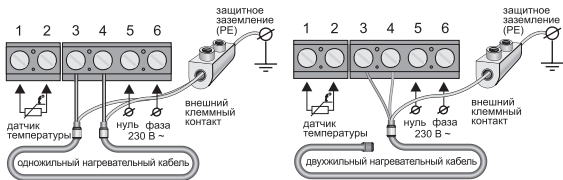

Рис. 2
Выводы нагревательной секции, мата или иного нагревателя согласно соответствующей инструкции подключаются к терморегулятору к клеммам **3** и **4**; вывод экранирующей оплетки (желто-зеленый провод) – к линии защитного заземления (PE) через внешний клеммный контакт (не входит в комплект поставки) (рис. 2).